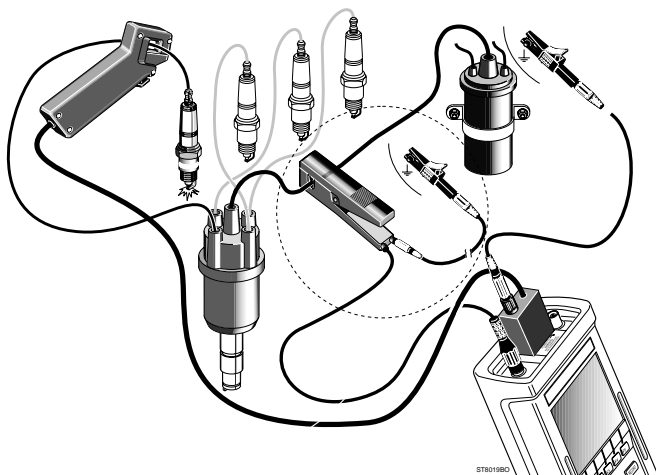

Bild 61, Testen des Sekundärstromkreises einer ROV-Anlage
5. Schließen Sie die Meßleitungen so an, wie dies von der Funktion **Anschlußhilfe** und in Bild 61 dargelegt wird. Die Triggerzange ist auf dem Zündkabel des 1. Zylinders möglichst nahe an der Zündkerze zu klemmen.
8. Schließen Sie die Meßleitungen so an, wie dies von der Funktion **Anschlußhilfe** und in Bild 61 dargelegt wird. Die Triggerzange ist auf dem Zündkabel des zu prüfenden Zylinders möglichst nahe an der Zündkerze zu klemmen.